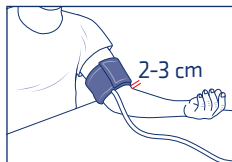

Figure 1
- Placez le brassard autour de votre bras gauche. Le bord inférieur du brassard se trouve à 2-3 cm du coude (Figure 1) Le marquage des artères sur le brassard (ARTERY) doit être placé au-dessus de l'artère qui longe le côté interne du bras.